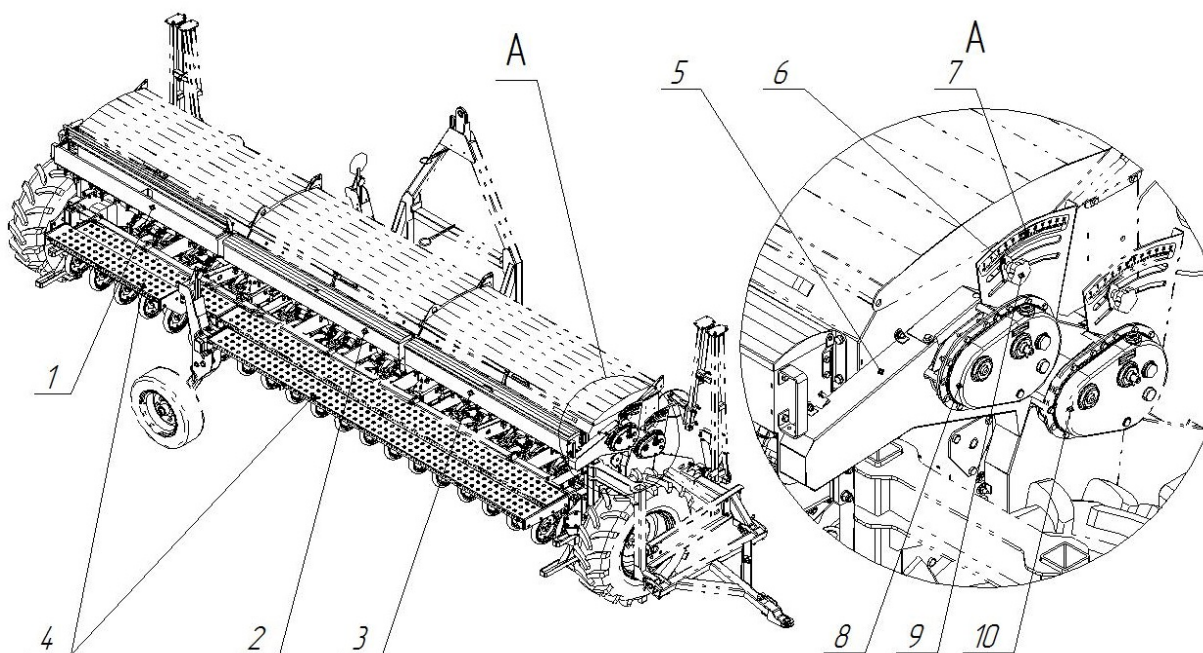
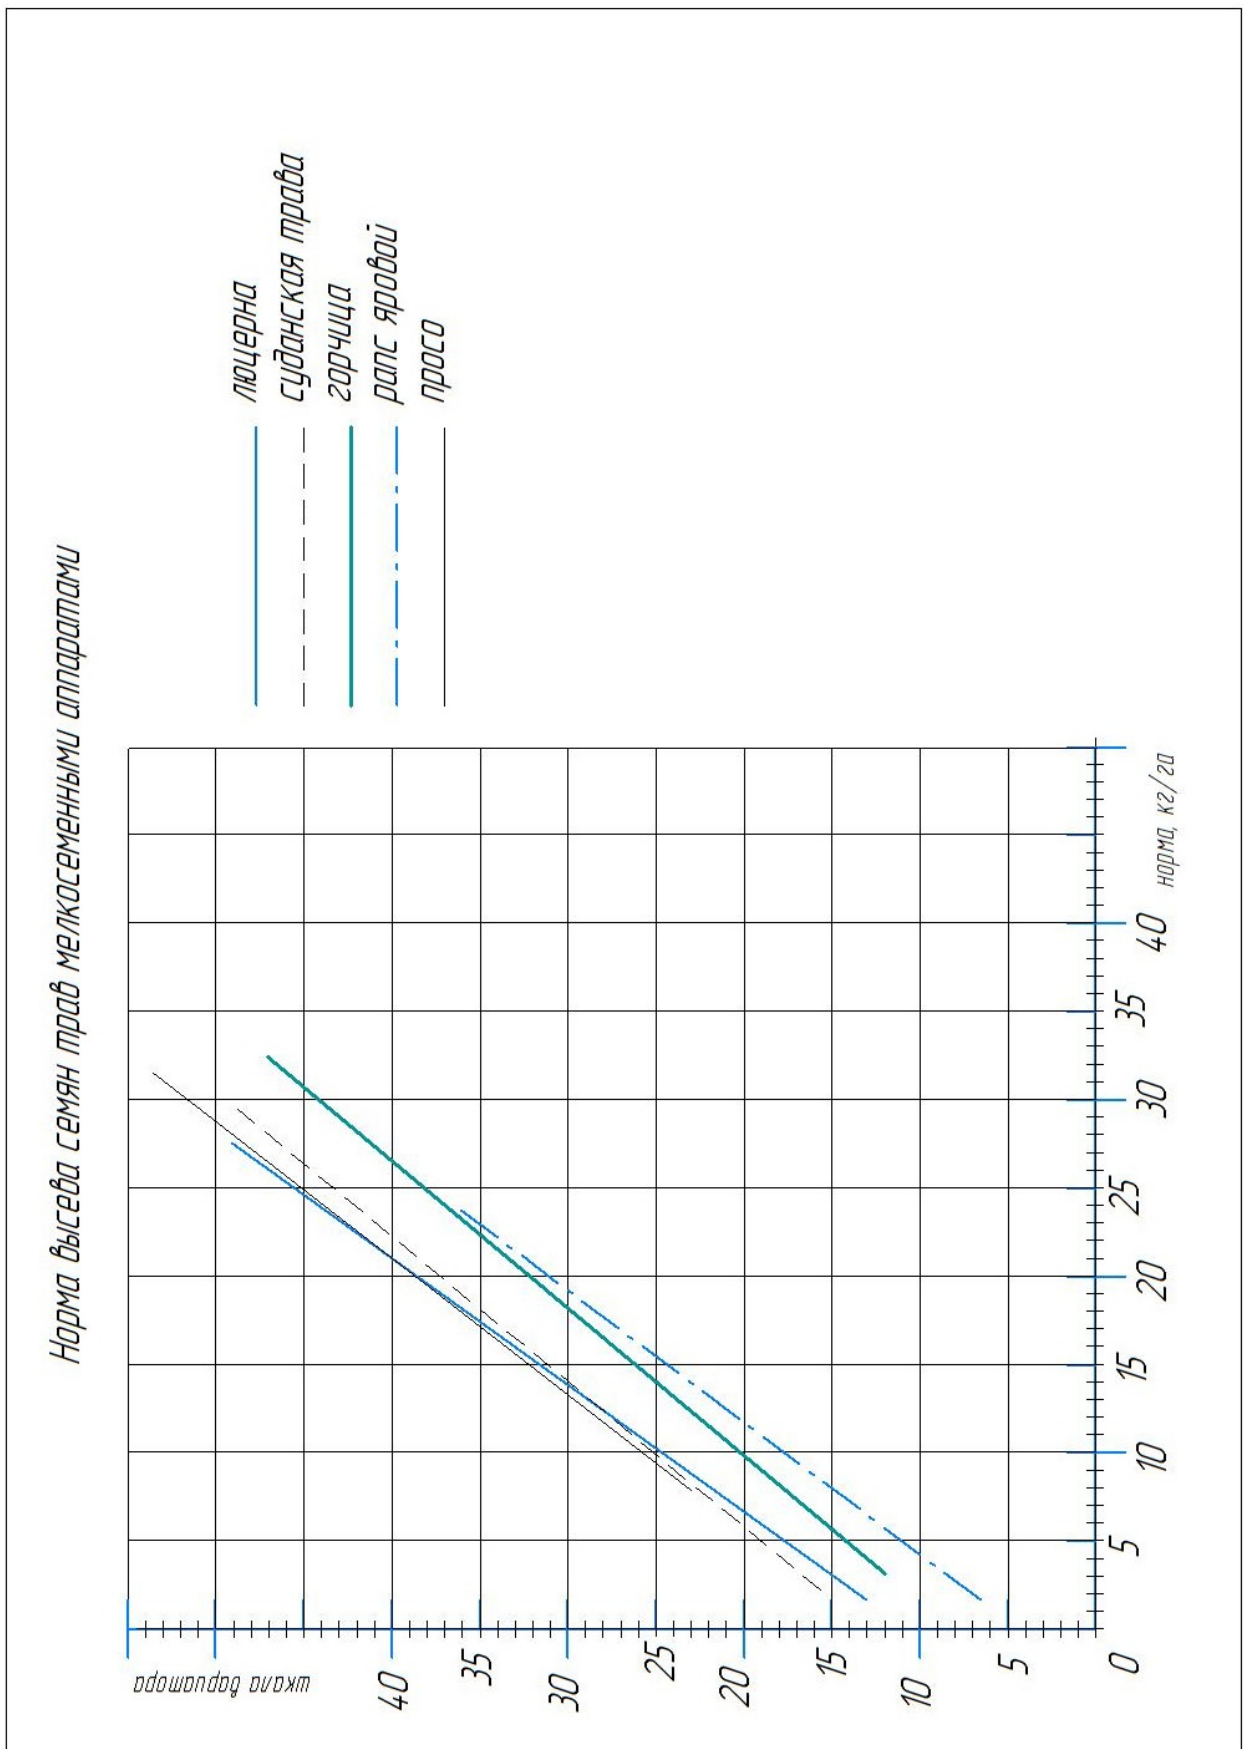

Рисунок 18. Приспособление для высева семян трав.
Рисунок 19. График нормы высева семян трав мелкосеменными высевальными аппаратами.
По графику (рис.19) определить числовое значение шкалы вариатора, соответствующее требуемой норме высева. Установить указатель (б) на
шкале (7) вариатора привода мелкосеменных катушек (8) (рис. 18) (справа на бункере) на необходимое деление.
Решение: Найти на оси «норма» графика (рис. 19) значение 20, подняться вверх до пересечения с линией графика «люцерна». От точки пересечения, проведённой нами линии с линией графика, провести горизонтальную линию. Этим, мы определим положение указателя (6) (рис. 18) на шкале (7) вариатора (8). В данном примере необходимое деление: «39».
Для уточнения нормы, проверить высев на месте. Для этого следует прокрутить привод семян трав (5) (рис. 18) на стационаре, для сокращения времени, из расчета посева сеялкой 240 м².
Установить один мерный лоток на площадку сеялки под центральным бункером семян трав (2) (рис. 18). Высев производим 14-ю мелкосеменными высевающими аппаратами. Прозрачные трубки семяпроводов освобождаем от гофрированной резиновой части и заводим их в мерный лоток. Семена засыпаем только в центральный бункер.
ВНИМАНИЕ: прокрутить вариатор привода катушек туков (10) (рис. 18) рукояткой (прилагаемой к сеялке) **по часовой стрелке** 19,5 оборотов. Если прокручивать рукояткой вариатор привода семян трав, то цепь, передающая механическую мощность от вариатора туков вариатору трав, будет провисать и может соскочить.
Если при проверке окажется, что семян высевается меньше или больше требуемой нормы, повторить прокрутку, изменив положение указателя (6) (рис. 18) на шкале (7) вариатора (8). Проверку осуществлять до достижения желаемой точности нормы.